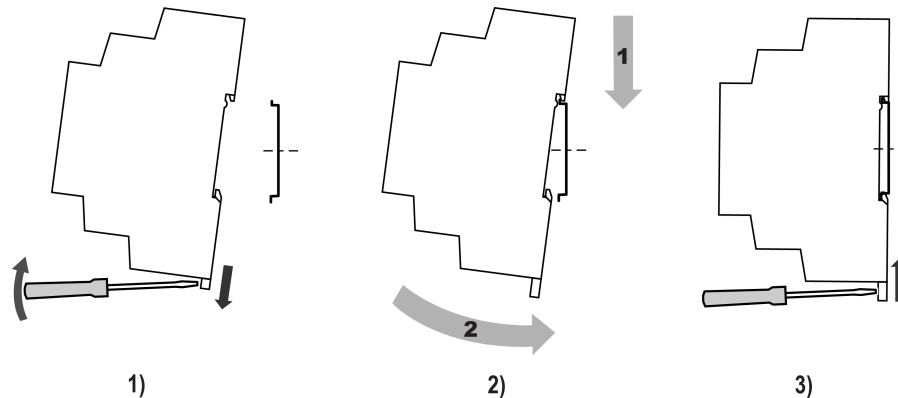

Abb. 5.1
1. Setzen Sie das Gerät auf die Hutschiene wie in Abb. 5.1.